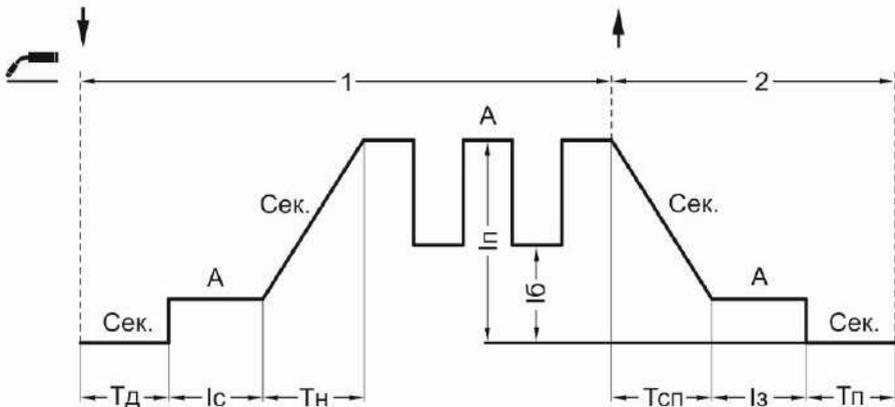

Рис. 7.4.2. Режим работы аппарата 2Т в импульсном режиме.
**Двухтактный режим (2Т) в импульсном режиме** рекомендуется использовать при длине сварочных швов до 200 мм (см. рис. 7.4.2).